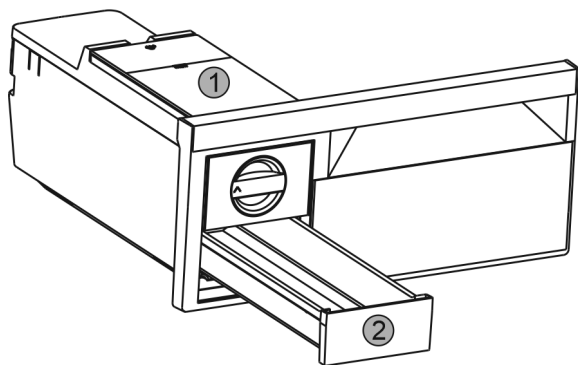

Fig. 41
- Vegye ki a víztartályt Fig. 41 (1) és a jégkockafiókot Fig. 41 (2).